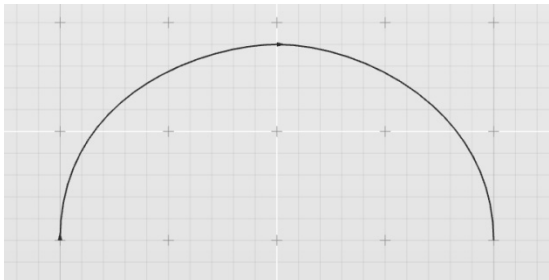

图 3-96 打开练习文件
1) 打开素材文件夹“练习 (3.4.6_3)”中的 Evolve 文件，激活顶视图，可见两条 NURBS 曲线，如图 3-96 所示。